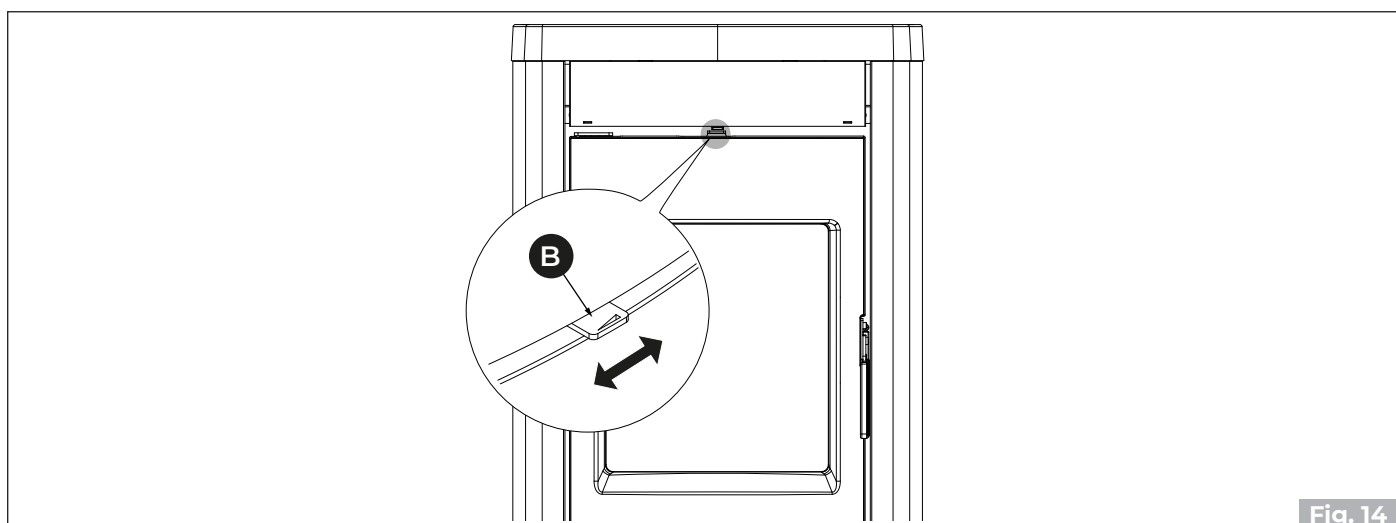

Fig. 14
Durant le fonctionnement de la cheminée, il est possible de favoriser le nettoyage du verre vitrocéramique à travers le levier de réglage (B) (Fig. 14) sans devoir ouvrir la porte.